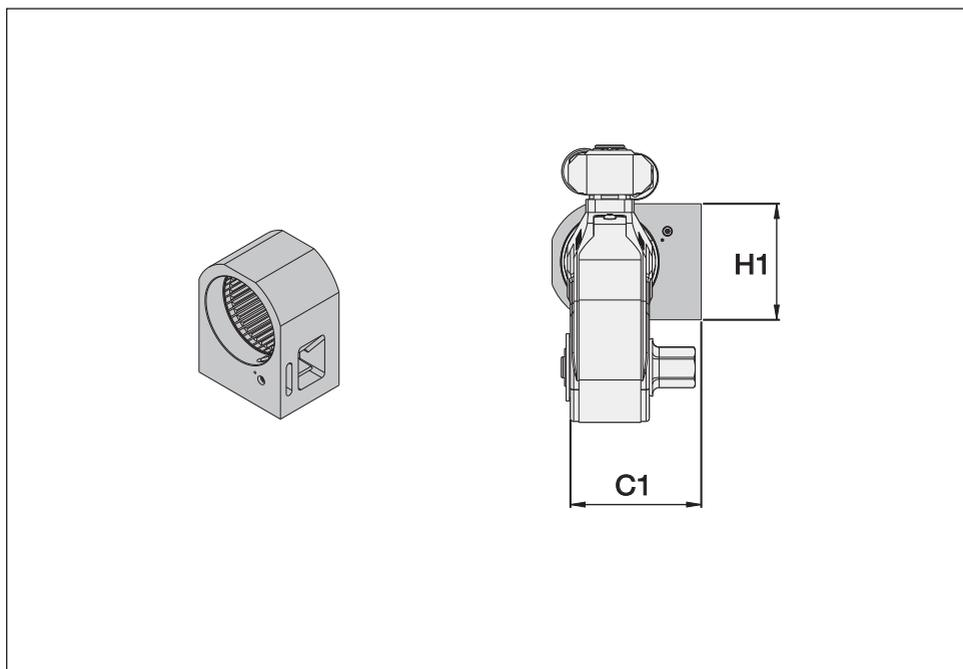

Abb. 30
6.4 Abmessungen und Spezifikationen, kurzer Abstützarm der SRA-Serie (Abb. 30)